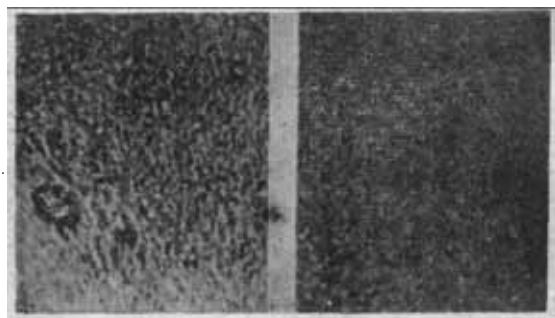

图 2 浆液显微照片(×250)
1. 浆液显微摄影的比较。在调浆桶内三处不同部位取样，在250倍生物显微镜下观察浆液的颗粒溶解和均匀状况，发现用振荡器调制 2 小时的浆液溶解均匀度优于不用振荡器调制 3.5 小时的浆液，且浆的流动性好，颗粒小，见图 2。